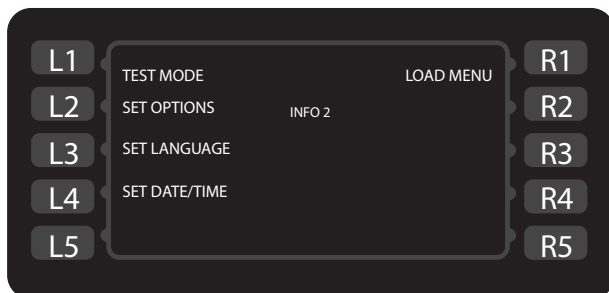
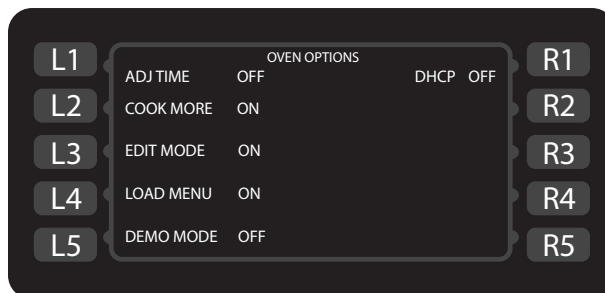
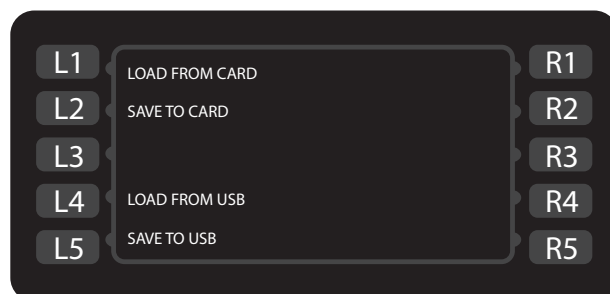

Figura 9: Pantalla 2 del modo Info
Figura 12: Pantalla de opciones
Figura 15: Pantalla para cargar menú
En la pantalla 2 del MODO INFO (Figura 9):
En la pantalla 2 del INFO MODE [modo info] (Figura 9), presione la tecla adyacente L2 para acceder a la pantalla “Options” [opciones] (Figura 12). Cuando se le pida, ingrese la contraseña 9 4 2 8 y presione la tecla Intro.
En la pantalla 2 del INFO MODE [modo info] (Figura 9), presione la tecla adyacente L4 para acceder a la pantalla “Set Date/Time” [fijar fecha/hora] (Figura 13).
En la pantalla 2 del INFO MODE [modo info] (Figura 9, página 12), presione la tecla adyacente R1 para acceder a la pantalla “Load Menu” [cargar menú] (Figura 15, página 14).
2. Presione la tecla adyacente L1 (Figura 15, página 14).
4. Presione la tecla adyacente L4 (Figura 15, página 14).
2. Presione la tecla adyacente L2 (Figura 15).
2. Presione la tecla adyacente L5 (Figura 15).